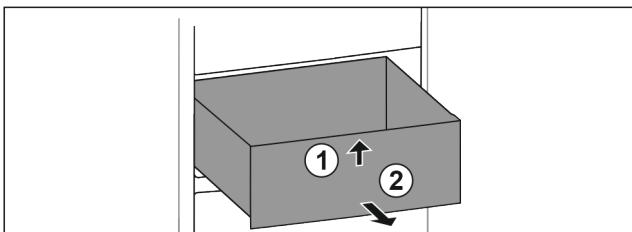

Fig. 74
- ▶ Schubfach vorne anheben. Fig. 74 (1)
- ▶ Schubfach nach vorne entnehmen. Fig. 74 (2)